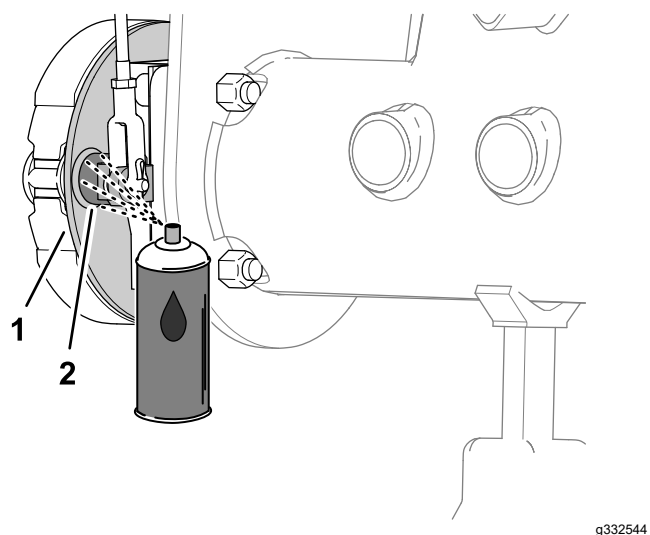
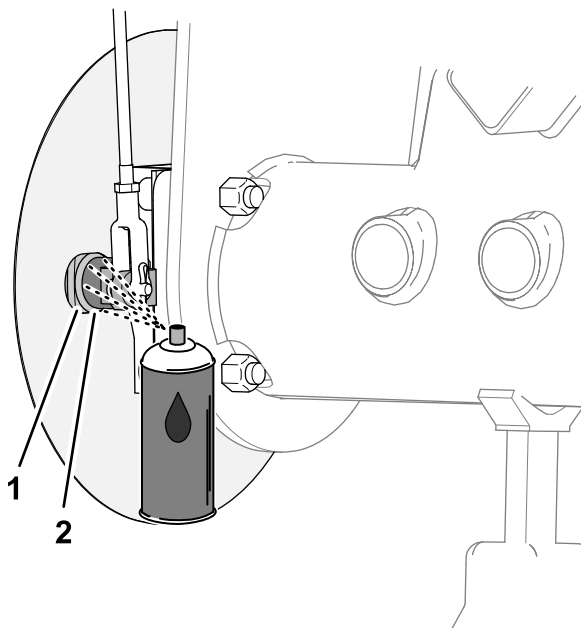

Figura 65
Figura 66
1. En el lado interior del plato del freno (máquinas sin deflector de hierba opcional en la llanta de la rueda) o en el deflector de la rueda (máquinas con deflector de hierba opcional), pulverice aceite penetrante entre el árbol de levas del freno y el plato fijo (Figura 65 o Figura 66).